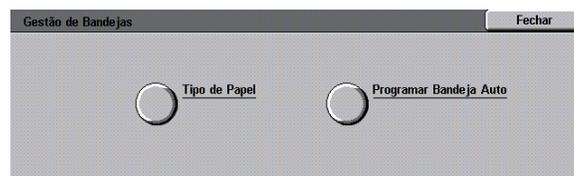

Figura 9: Ecrã Gestão de Bandejas
**1** No ecrã Recursos, prima o ícone **Gestão de Bandejas** para visualizar o ecrã Gestão de Bandejas, tal como ilustrado na Figura 9.